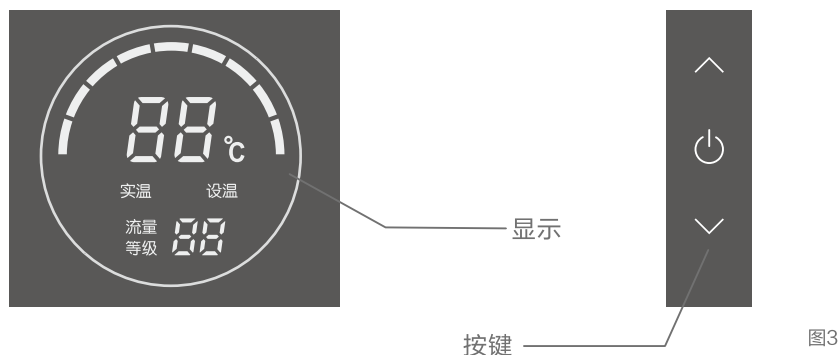

图3
2. 接通电源，蜂鸣器蜂鸣一声，同时全屏显示3秒，然后灭屏（操作板示意图见图3）。